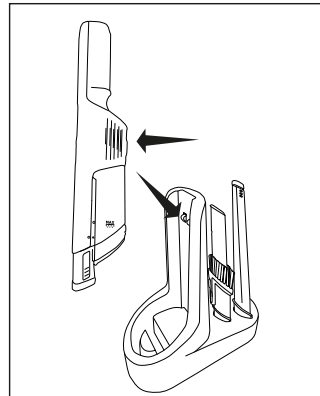

Fig. 1
1. Stellen Sie den Sauger auf die Ladestation und stellen Sie sicher, dass die Verbindung zwischen den Kontakten auf dem Sauger mit denen der Ladestation gewährleistet ist (Fig. 1).